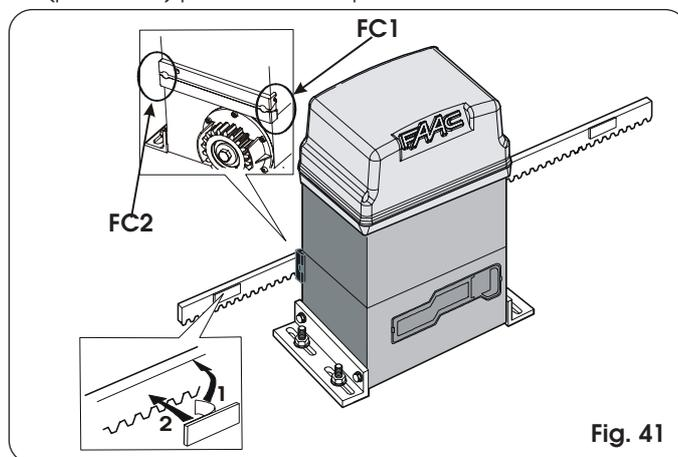
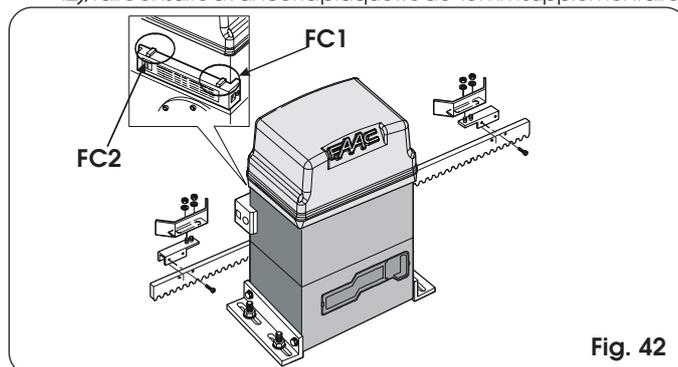

Fig. 41
Fig. 42
L'opérateur 746 est doté d'un capteur de fin de course qui, en détectant le passage d'une référence appliquée à la crémaillère, commande l'arrêt du mouvement du portail. Le dispositif peut être de type MLS (fig. 41) ou inductif (fig. 42).
- 10) Nettoyer les points d'applications sur la crémaillère, enlever la pellicule située sur la partie adhésive des aimants (fig. 41 réf. 1) et repositionner ces derniers avec la bande adhésive au contact de la crémaillère (fig. 41 réf. 2).
- 1) Assembler le fin de course en centrant la plaquette par rapport aux axes filetés du support (Fig. 42).